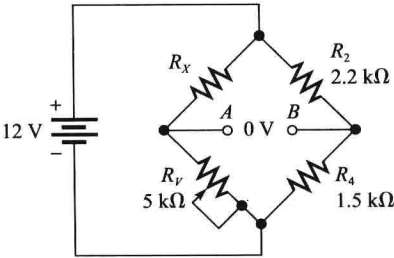

图 6-80
25. 试确定图 6-80 所示的平衡电桥中 R_v 的值。